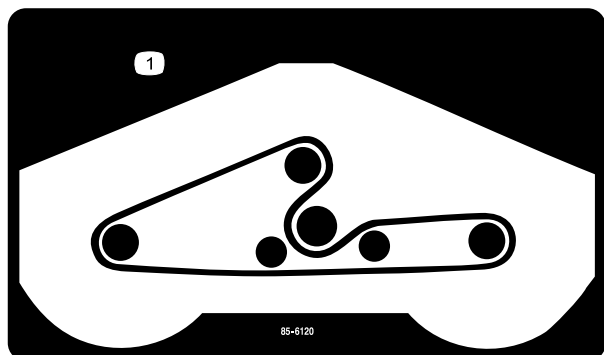

Figure 24
5. Acheminez la courroie neuve autour des poulies d'axe et de l'ensemble poulie de tension, comme indiqué à la Figure 24.